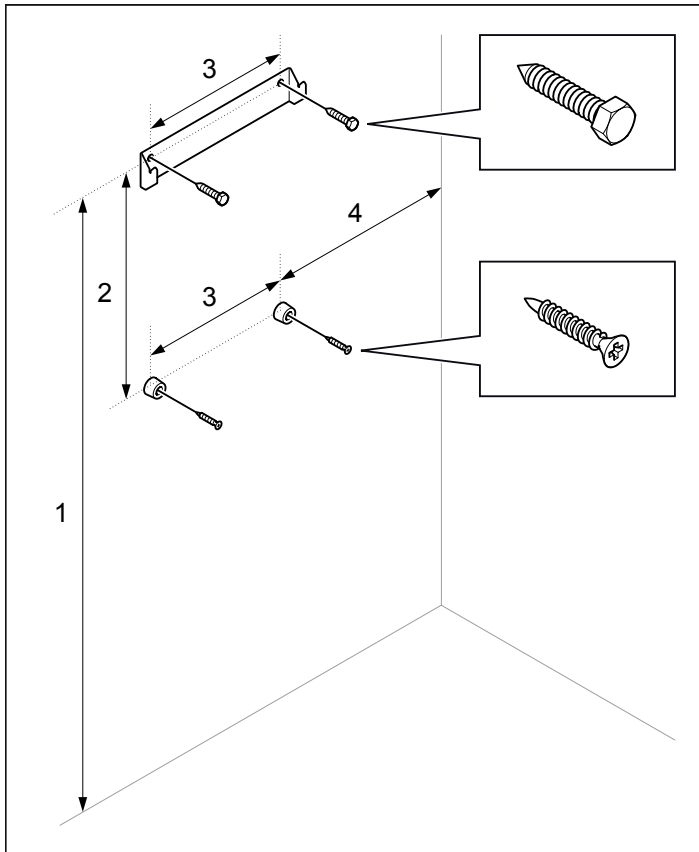

Fig 10: Konsol med skruvar och distanser
8. Montera konsolen och distanserna på väggen enligt måttsättning (se Fig 10).